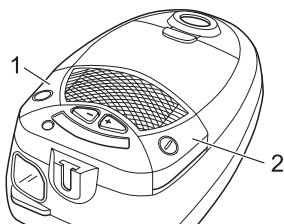

Abb. 15
1. Schalten Sie den Bodensaugsauger am Ein-/Aus-Schalter (Abb. 15/1) aus und ziehen Sie den Stecker aus der Steckdose.
3. Um das Stromkabel einzuziehen, drücken Sie die Kabelaufrolltaste (Abb. 15/2).